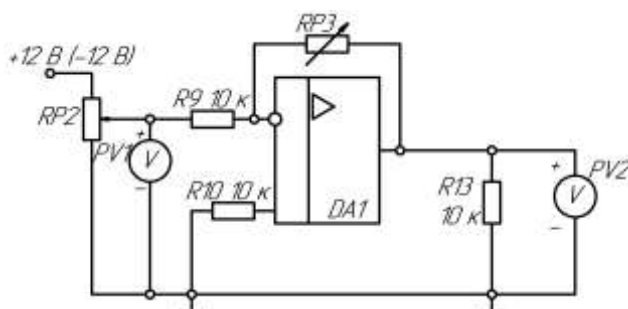

Рисунок 25 – Схема инвертирующего усилителя
- 1) Собрать схему согласно рис.25; установить заданное значение $RP3=20K$;